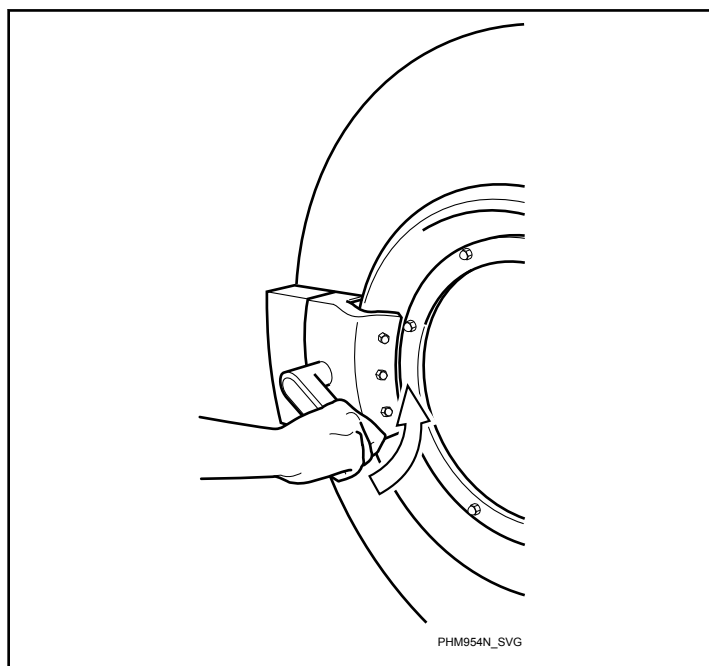

Figure 47
4. Fermer la porte et tourner la poignée en sens antihoraire. Voir *Figure 47*.